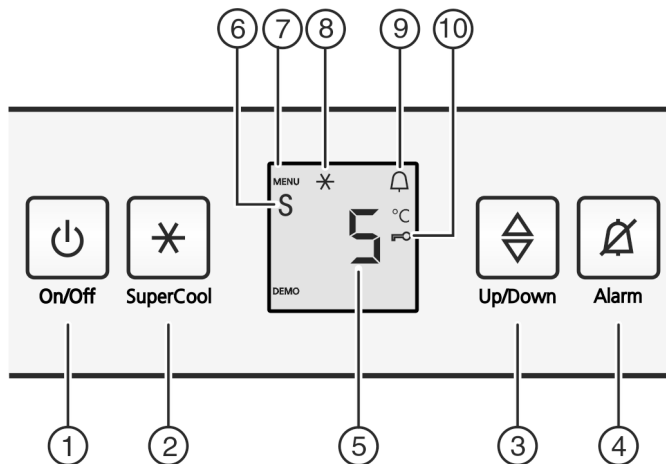

Fig. 2
- ▶ Нажать кнопку On/Off Fig. 2 (1).
- ▶ Активация режима настройки: удерживайте кнопку SuperCool Fig. 2 (2) прим. 5 с.
- ▷ Символ меню Fig. 2 (7) горит.
- ▶ С помощью клавиши настройки Fig. 2 (3) выберите **c**.
- ▶ Коротко нажимайте кнопку SuperCool Fig. 2 (2) для подтверждения.
- ▶ Для включения защиты от детей коротко нажмите клавишу SuperCool Fig. 2 (2).
- ▷ Символ "Защита от детей" Fig. 2 (10) горит. На индикации мигает **c**.
- ▶ Для выключения защиты от детей коротко нажмите клавишу SuperCool Fig. 2 (2).
- ▷ Символ защиты от детей Fig. 2 (10) гаснет. На индикации мигает **c**.
- ▶ Выход из режима настройки: нажмите кнопку On/Off Fig. 2 (1).
▶ Нажмите кнопку Alarm Fig. 2 (4).
- ▷ Светится символ Меню Fig. 2 (7).
- ▶ Чтобы вызвать функцию режима Sabbath: нажмите и сразу отпустите кнопку SuperCool Fig. 2 (2).
- ▶ Для включения режима Sabbath нажмите и отпустите кнопку SuperFrost Fig. 2 (2).
- ▶ Для выключения режима Sabbath нажмите и отпустите кнопку SuperFrost Fig. 2 (2).
- ▶ Выход из режима настройки: Нажать кнопку On/Off Fig. 2 (1).
- ▷ На индикаторе температуры показывается символ режим Sabbath Fig. 2 (6) до тех пор, пока активен режим Sabbath.